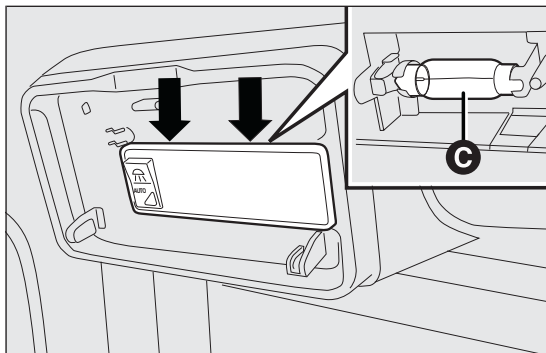

fig. 155
- ☐ sustituir la lámpara C fig. 155 soltándola de los contactos laterales y asegurándose de que la nueva lámpara quede correctamente fijada entre estos;